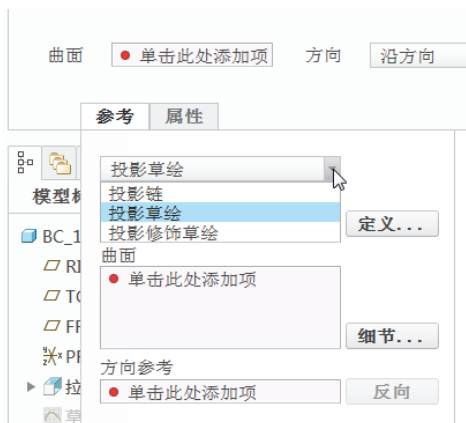

图 12-93 “参考”面板
2) 在“投影曲线”选项卡中选择“参考”选项, 打开“参考”面板, 如图 12-93 所示, 从下拉列表框中选择“投影草绘”选项, 然后单击“定义”按钮, 弹出“草绘”对话框。